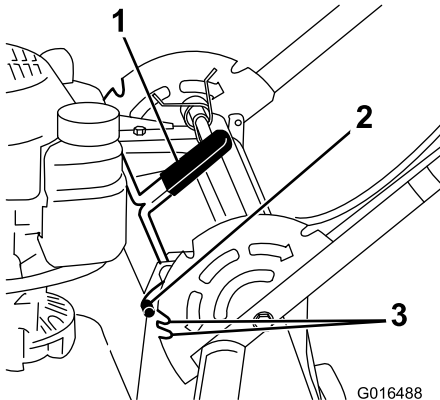

Bild 16
1. Ziehen Sie den Bügelarretierungsgriff nach hinten, um die Bügelarretierungsstifte zu lösen (Bild 16).
2. Drehen Sie den Bügel und fluchten die gewünschte Kerbe in der Bügelhalterung mit den Bügelarretierungsstiften aus, siehe Bild 16.